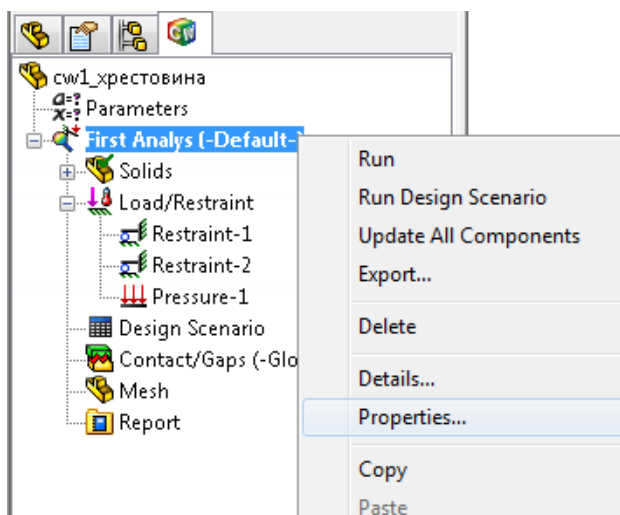

Рис. 1.19. Перехід з менеджера до налаштувань аналізу
10. Перевірте настройки аналізу. Клацнувши правою кнопкою миші по піктограмі аналізу **Тиск**, відзначте в контекстному меню пункт **Properties** (Властивості) рис. 1.19, 1.20. Перегляньте вміст вкладки **Options** (Параметри). Теплові ефекти не враховуються - опція **Include thermal effects** (Ураховувати теплові ефекти) неактивна. Контактні проблеми теж не враховуються: в разделе **Gap/Contact** (Зазор/Контакт) всі флажки зняті. Поскільки додаткові умови відсутні, то використовується ітерацийний компактний розв'язувач **FFEPlus**. Всі інші опції - **Use inplane effect** (Учитывать эф эффект нагружения в плоскости), **Use soft spring to stabilize model** (Использовать податливую пружину для стабилизации модели), **Use inertial relief** (Инерционные нагрузки для элемента сборки) – мають бути неактивні.